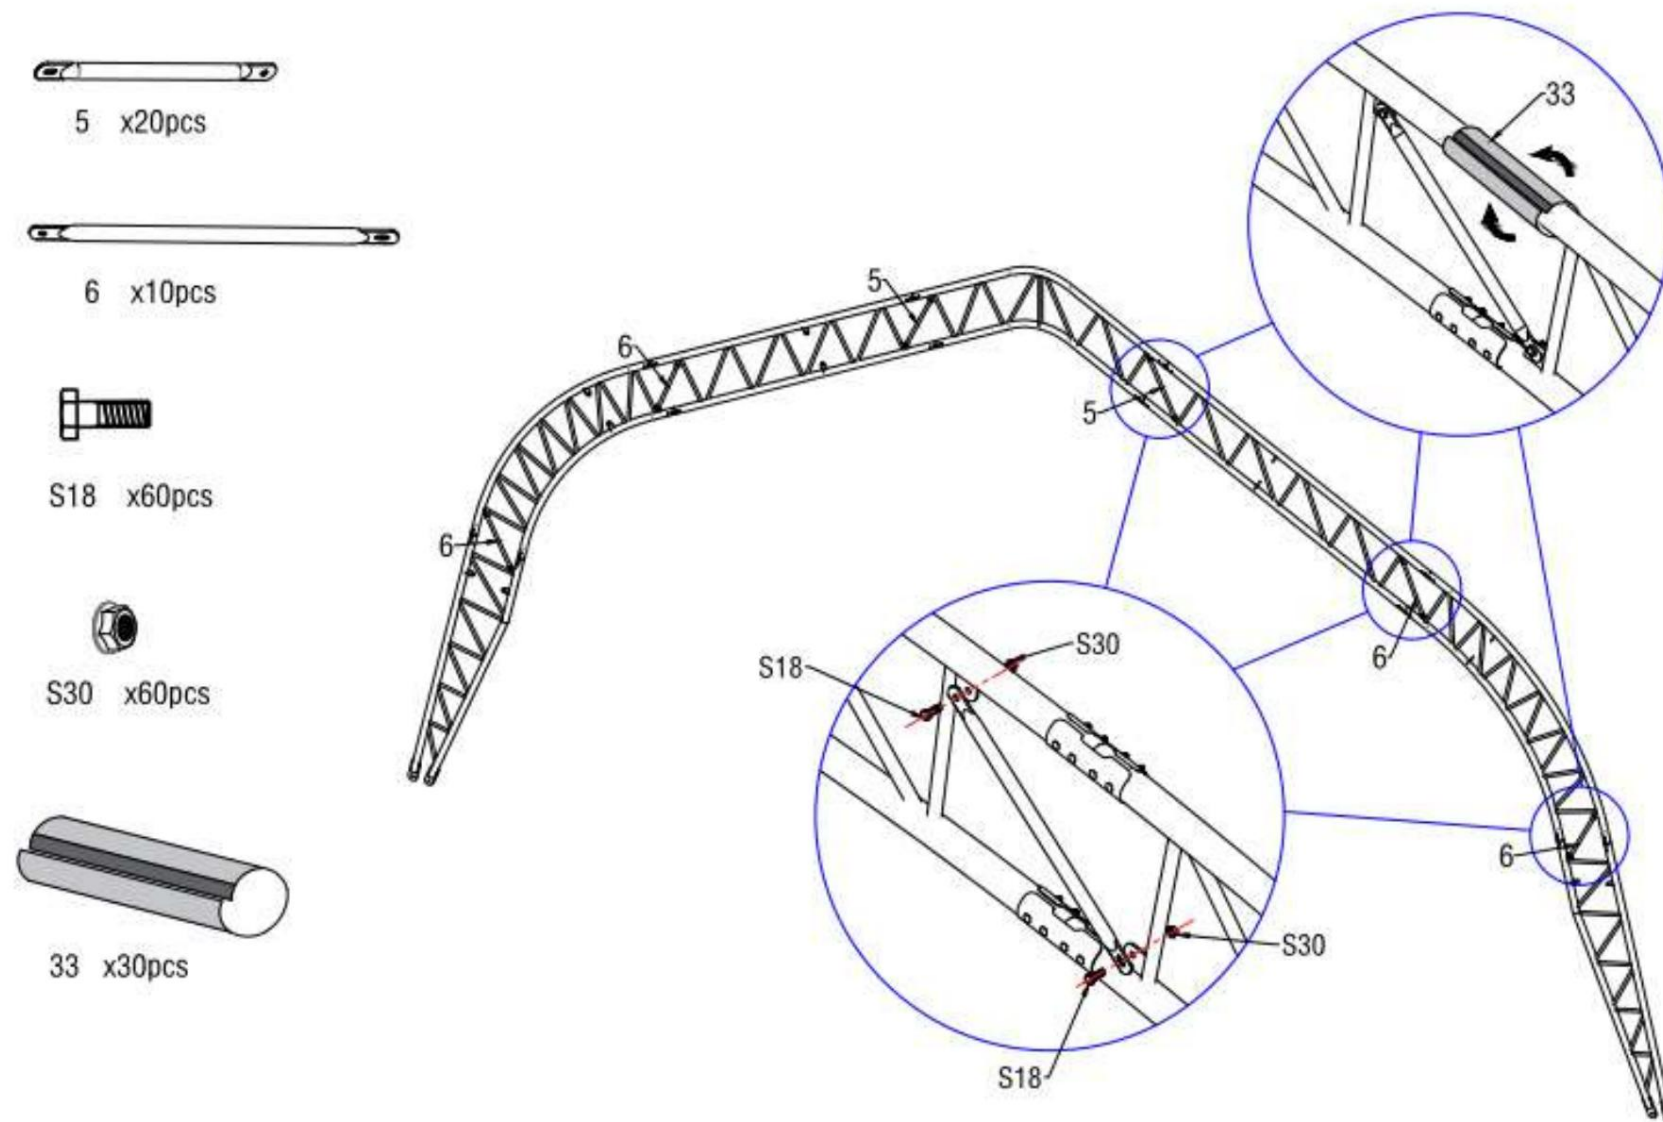

Figure 5
3. Comme illustré sur la figure 5, utilisez la sangle de support entre les arceaux (n° 5 et 6) pour fixer le tube supérieur de toiture (n° 1) à l'aide d'un boulon hexagonal de 10 × 30 mm (n° S18). Placez ensuite le revêtement de protection en PVC sur la partie extérieure de la jonction de l'arceau afin de protéger la couverture de toiture des rayures. Assemblez le reste de l'autre groupe d'arches à double treillis comme ceci.